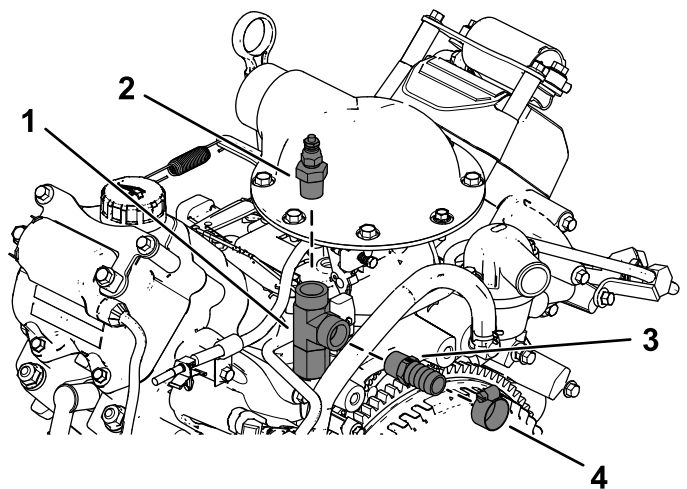

Bild 9
3. Montieren Sie den Temperaturschalter und den Schlauch (3/8") und das Adapteranschlusstück (5/8") mit Schlauchschellen, wie in Bild 9 dargestellt.